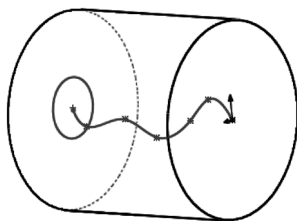

图 5-101 打开的文件实体
- 2) 使用草图、现有的模型边线或曲线生成轮廓将遵循的路径，绘制结果如图 5-101 所示。